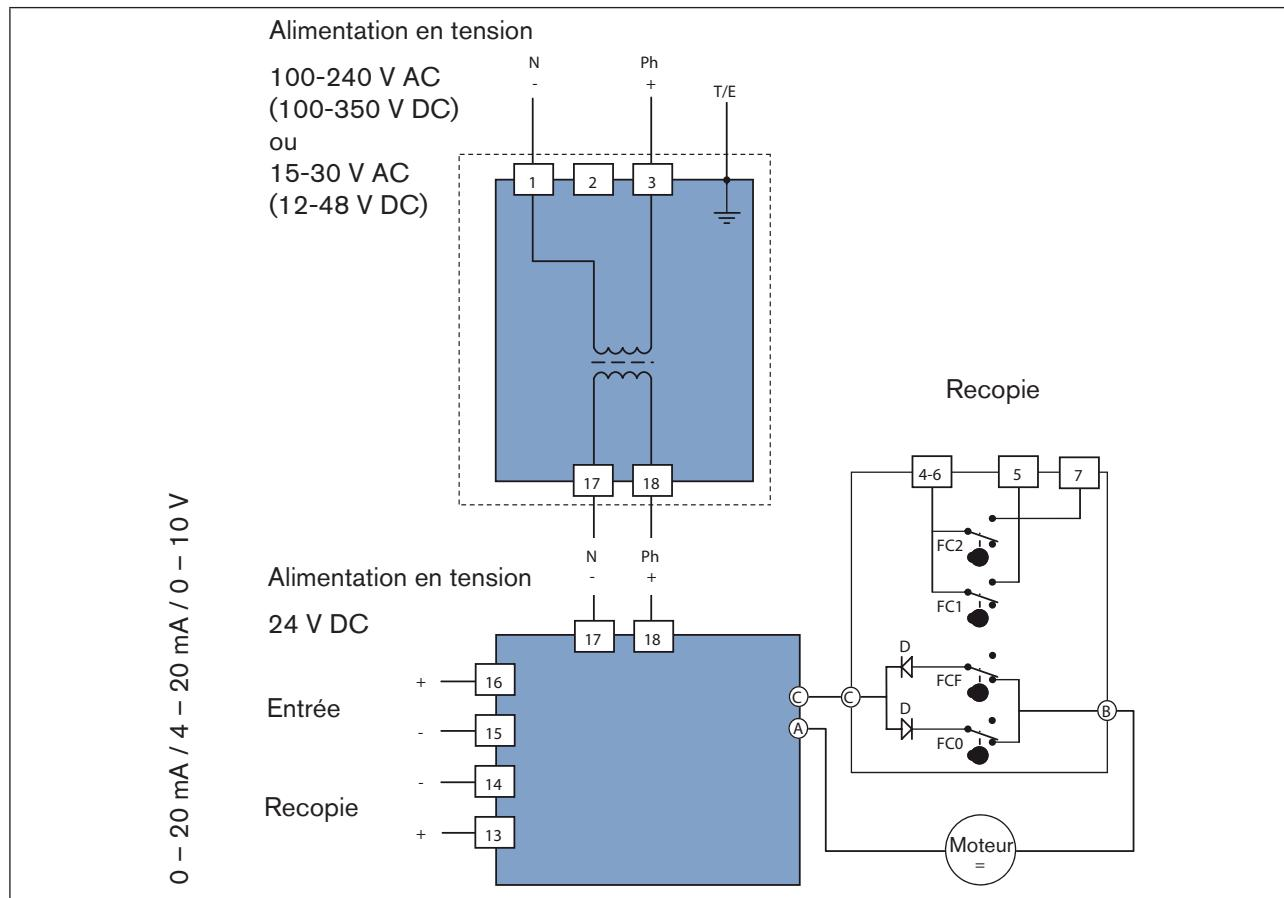

Figure 19 : Schéma électrique
→ Raccordez le câble conformément au schéma électrique (voir « Figure 19 ») au bornier pos. 14 de la carte d'alimentation en tension (voir « Figure 1 », page 86 et « Figure 2 », page 87).
→ Raccordez le câble au bornier 12 (voir « Figure 1 », page 86 et « Figure 2 », page 87) selon le schéma (voir « Figure 19 »).